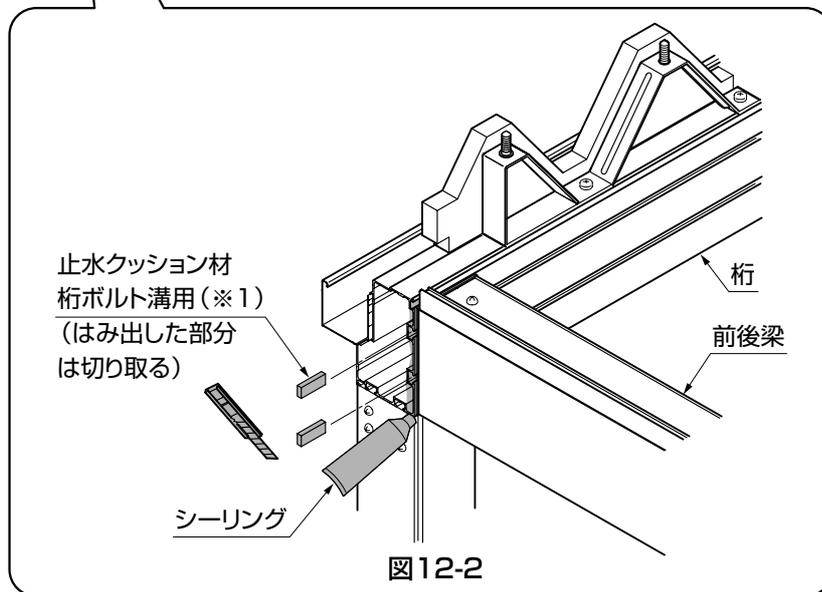

図12-2
②前後梁を取付けた後に、止水クッション材桁ボルト溝用を桁のボルト溝部に入れ、桁との接着面にシーリングをしてください。(図12-2参照)